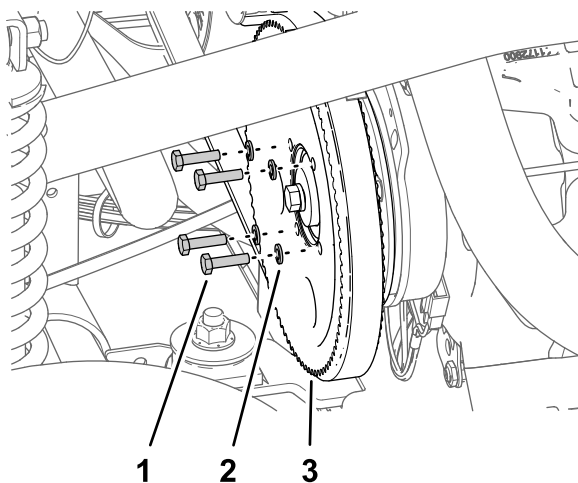

Рисунок 219
4. Отверните 4 болта ($\frac{1}{4} \times 1$ дюйм) и снимите 4 стопорные шайбы ($\frac{1}{4}$ дюйма), которые крепят шкив к насосу опрыскивателя (Рисунок 219).